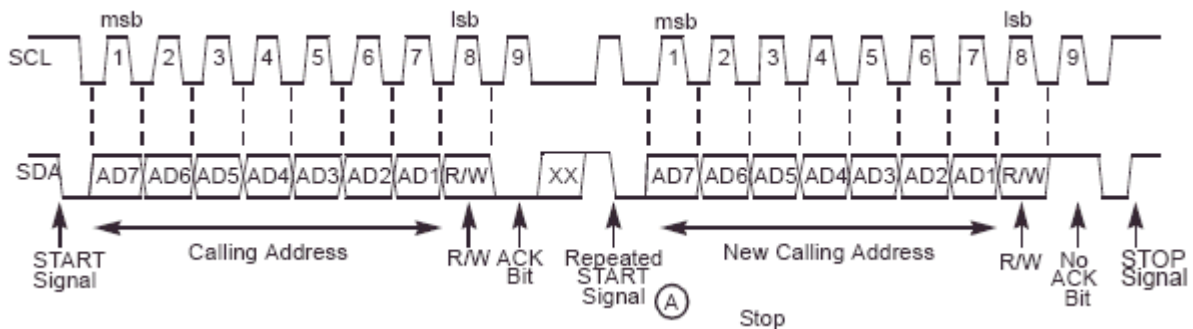

图 27-13: 重复启动 I2C 协议
如果它不承认主服务器，从接收器必须保持 SDA 高。然后，主机可以生成 STOP 信号以中止数据传输或生成启动信号（重复启动，如图 27-13 所示）来启动一个新的调用序列。
- 主信号可以重复开始信号，而不是发出停止信号，然后是一个调用命令，(A 在图 27-13 中).当产生启动信号而不首先产生停止信号以结束通信时，就会发生重复启动。主服务器使用一个重复的启动来与另一个从服务器或以不同的模式（发送/接收模式）与同一从服务器进行通信，而不释放总线。